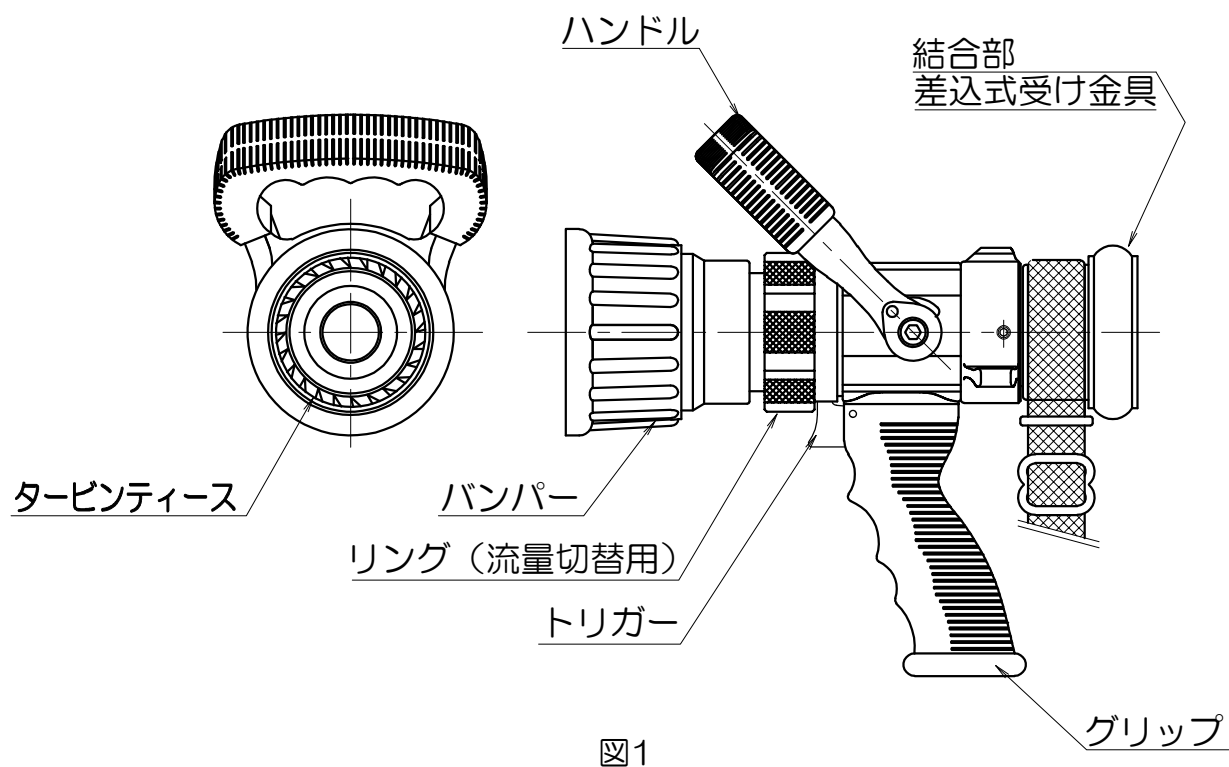

図1
1) クアドラフォグノズルは図1に示す様に構成されています。